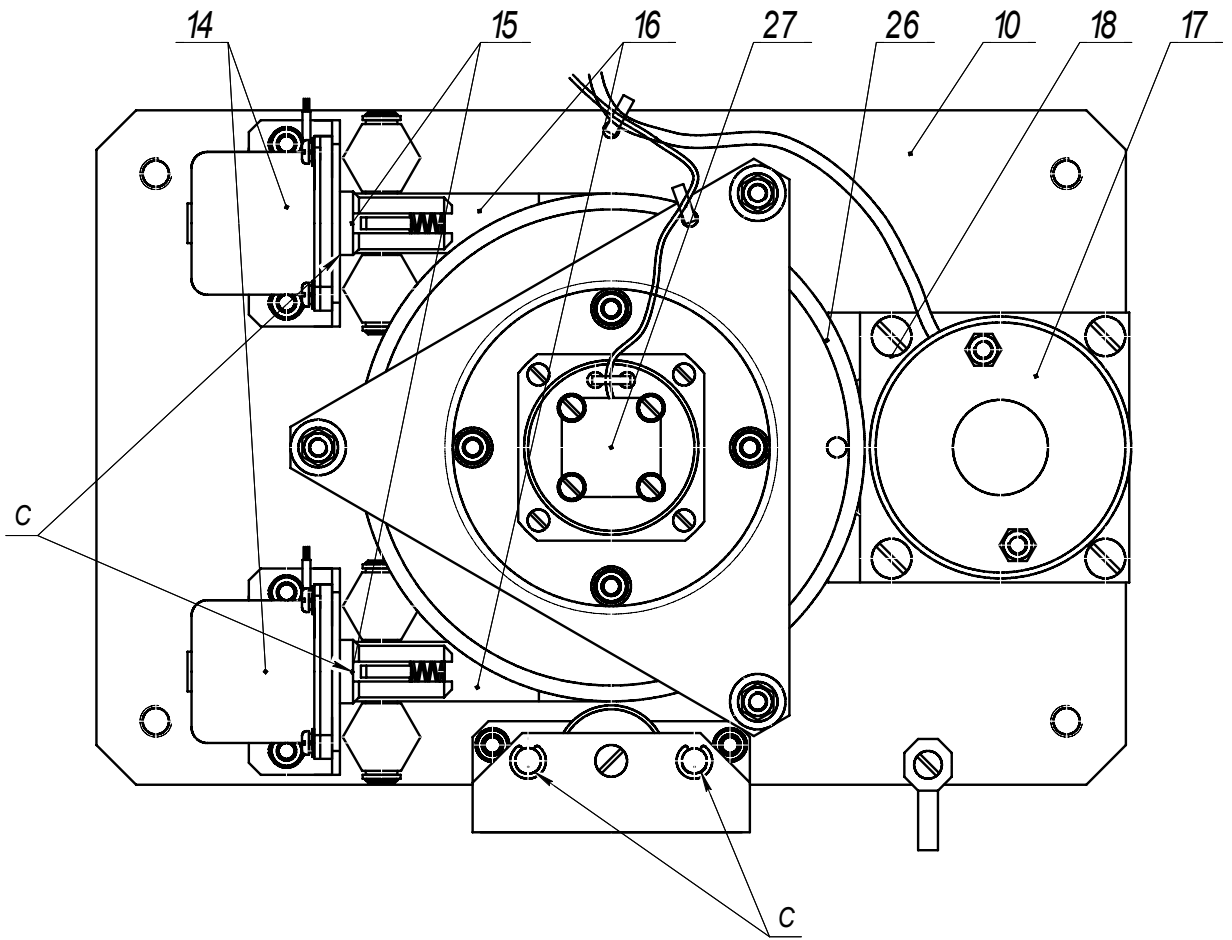

Рис.2
5.2 Агрегат турникета ПТУ-1 (см. рис. 2) состоит из электродвигательного привода, механизма блокирования и устройства «Антипаника», установленных на общем основании (10). На выходном валу агрегата закреплен трипод, оснащенный тремя штангами, а также барабан (26) и датчик угла поворота (27).